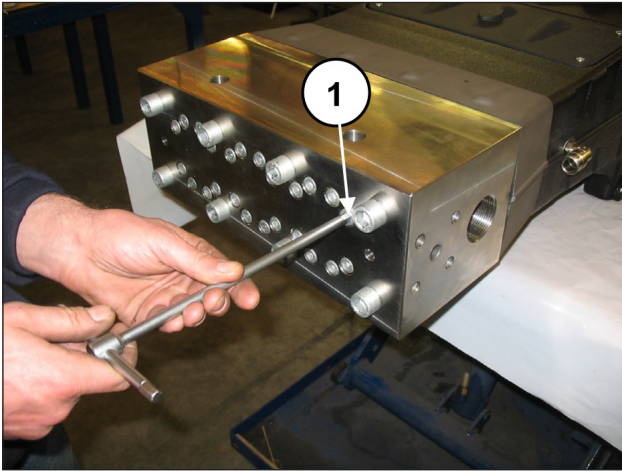
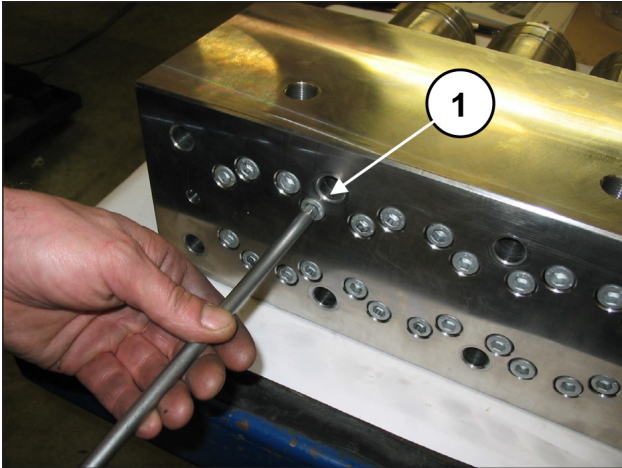
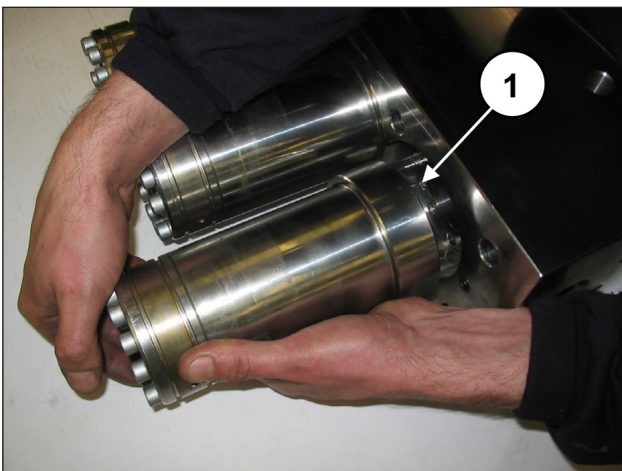

Abb. 106
Abb. 112
Abb. 113
Der Kopf bedarf keiner regelmäßigen Wartung. Die Arbeiten beschränken sich auf die Inspektion oder den Austausch der Ventile im Bedarfsfall. Verfahren Sie zur Abnahme der Ventilgruppen wie folgt: Lockern Sie die Befestigungsschrauben M10x140 von Buchsen und Kopf (Pos. ①, Abb. 106), um sie freizulegen.
Lösen Sie die Befestigungsschrauben M10x140 von Buchsen und Kopf (Pos. ①, Abb. 112) und ziehen Sie Buchsengruppen heraus (Pos. ①, Abb. 113).
Die Kolbenbaugruppe bedarf keiner regelmäßigen Wartung. Die Eingriffe beschränken sich lediglich auf die Sichtinspektion des Kühlkreis-Ablasses. Sollten Störungen / Schwingungen am Druckmanometer oder Pulsationen in der Ablassleitung (Schlauch) des Kühlkreises auftreten, muss das Dichtungspaket überprüft und ggf. ausgetauscht werden. Verfahren Sie zur Abnahme der Kolbenbaugruppen wie folgt: Trennen Sie den Kopf und das Distanzstück der Buchsen vom Pumpengehäuse gemäß den Hinweisen in Abschn. 2.2.1 (von Abb. 106 bis Abb. 113).